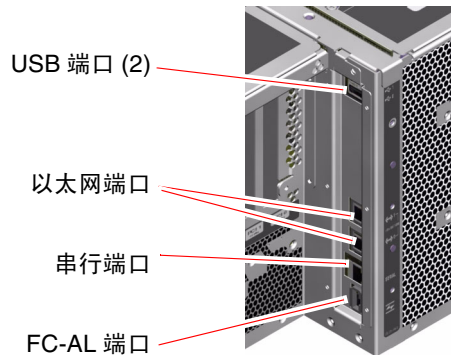

图 2-4 后面板外部端口
- 六个外部数据端口：USB端口、串行端口、以太网端口和FC-AL端口（请参见图 2-4）